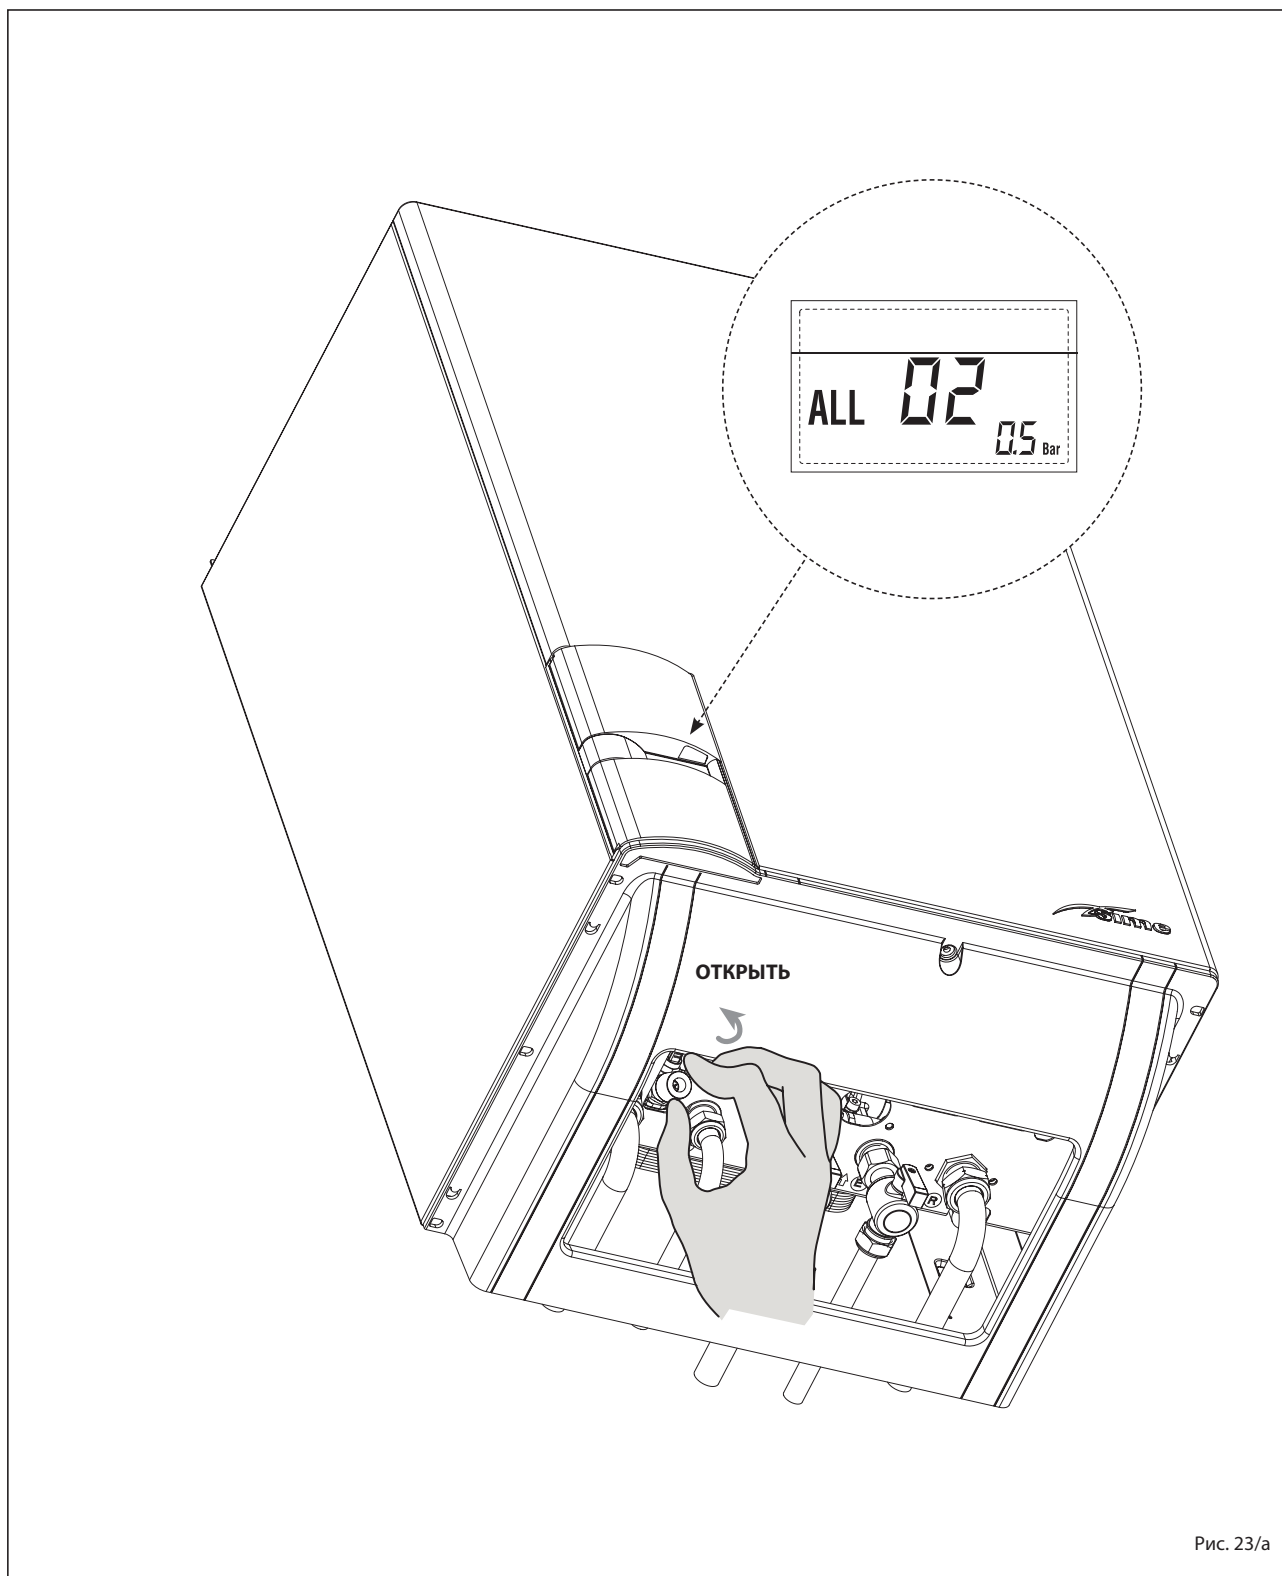

Рис. 23/а
– **НЕПОЛАДКА - ВЫСОКОЕ ДАВЛЕНИЕ ВОДЫ, «ТРЕВ. 03» (рис. 23/b)**